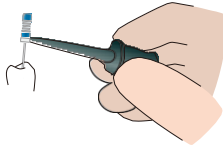

Abb. 17
- Führen Sie die Feile in den Wurzelkanal ein und halten Sie den Feilclip am Metallteil der Feile fest (Abb. 17);